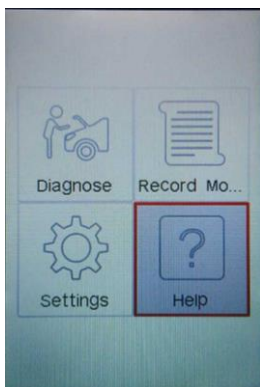

Abbildung 7-4 (für Creader 701)
- Wenn das Werkzeug eingeschaltet ist, platzieren Sie den Mauszeiger auf das Hilfe-Symbol und drücken Sie dann die [OK]-Taste. (Abbildung 7-4)